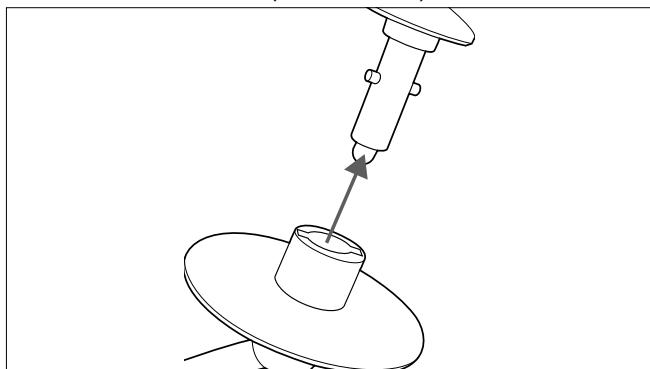

Abb. 9 – Rührwerkzeug auf die Aufnahme schieben
- Setzen Sie das Rührwerkzeug von unten in die Aufnahme im Schwenkarm (siehe Abb. 9).